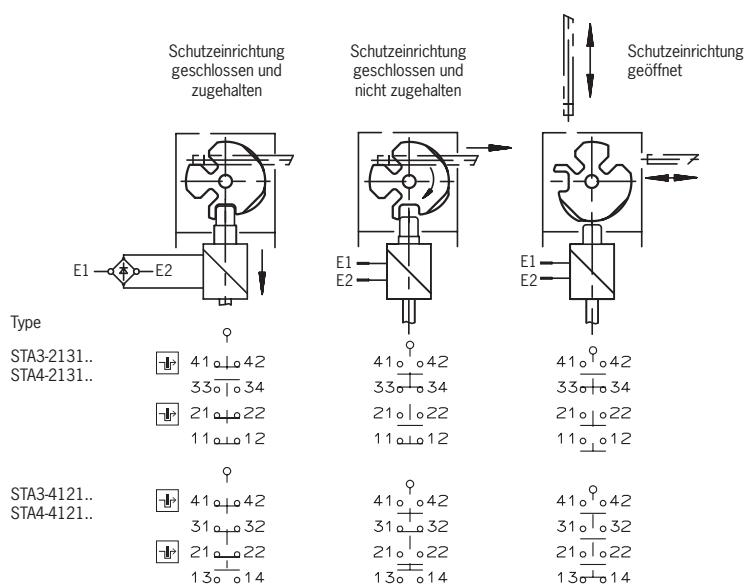

Bild 3: Schaltelemente und Schaltfunktionen
Es muss mindestens ein Kontakt verwendet werden. Es können auch Kontakte mit dem Symbol verwendet werden (Kontaktbelegung siehe Bild 3).
2. Anschließen und Klemmen mit 0,5 Nm anziehen (Kontaktbelegung siehe Bild 3).